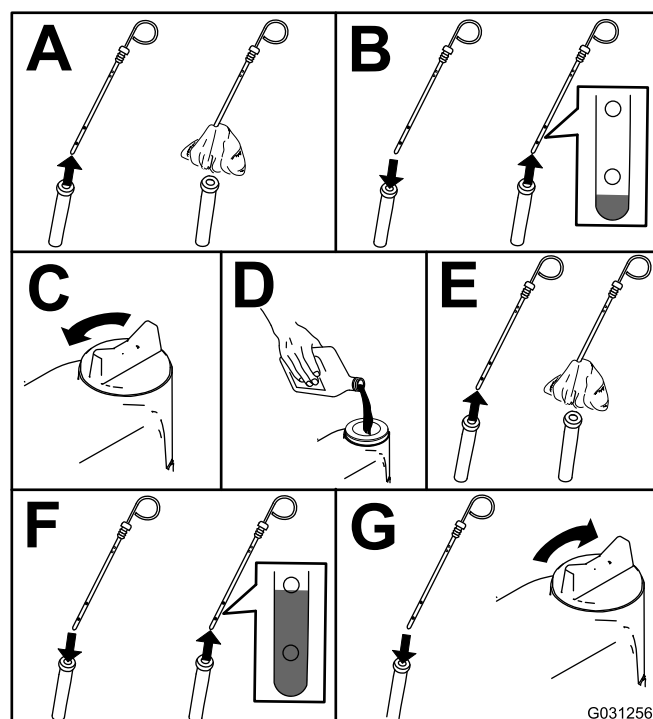

Figura 78
2. Verifique o nível de óleo do motor (Figura 78).